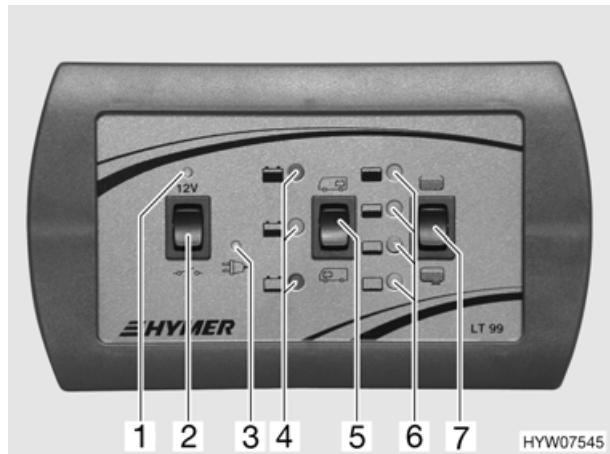

Fig. 50 Pannello di controllo
La centralina elettrica funziona solo in collegamento con il pannello di controllo (Fig. 50).
- Se necessario, inserire brevemente l'alimentazione a 12 V mediante l'interruttore principale 12 V (Fig. 50,2). Ciò è possibile solamente se la tensione della batteria è maggiore di 11 V. Se la tensione è minore di tale valore, l'alimentazione a 12 V può essere riaccesa solamente dopo che la batteria dell'abitacolo è stata ricaricata.
L'interruttore principale a 12 V (Fig. 50,2) inserisce o interrompe l'alimentazione a 12 V dell'abitacolo.
- Premere in alto l'interruttore a bilico (Fig. 50,2) "12 V": l'alimentazione a 12 V dell'abitacolo è inserita. La luce spia a 12 V (Fig. 50,1) diventa verde.
- Premere in basso l'interruttore a bilico (Fig. 50,2) "—○—": l'alimentazione a 12 V dell'abitacolo è disinserita. La luce spia (Fig. 50,1) si spegne.
Con l'interruttore a bilico di indicazione della batteria (Fig. 50,5) è possibile verificare lo stato di carica della batteria dell'abitacolo e di avviamento.
Dopo aver premuto l'interruttore a bilico, si accende la luce spia rossa, gialla o verde (Fig. 50,4).
L'interruttore a bilico di indicazione del livello dei serbatoi (Fig. 50,7) consente di verificare il livello del serbatoio dell'acqua e quello delle acque grigie.
Dopo aver premuto l'interruttore a bilico, si accende un LED (Fig. 50,6).
La luce spia per 230 V (Fig. 50,3) si accende in giallo quando all'ingresso della centralina elettrica è presente una tensione di rete.